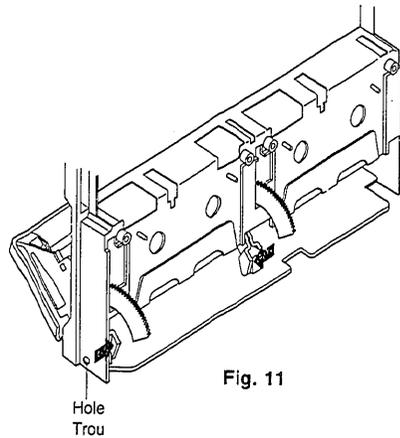

Fig. 11
- (1) Remove the top cover, front panel, and eject spring.
- (2) Remove 4 screws ⑳ and then remove the deck mechanism holder.
- (3) Be sure that the eject cam is in the correct position when installing the deck mechanism holder.
12. Removal of Cassette Door (Fig. 11)
- (1) Déposer le couvercle supérieur, le panneau avant et le ressort d'éjection.
- (2) Retirer les 4 vis ㉑, puis déposer le support du mécanisme de platine.
- (3) Vérifier que la came d'éjection est en position correcte lors de l'installation du support du mécanisme de platine.
12. Dépose d'une porte de cassette (Fig. 11)